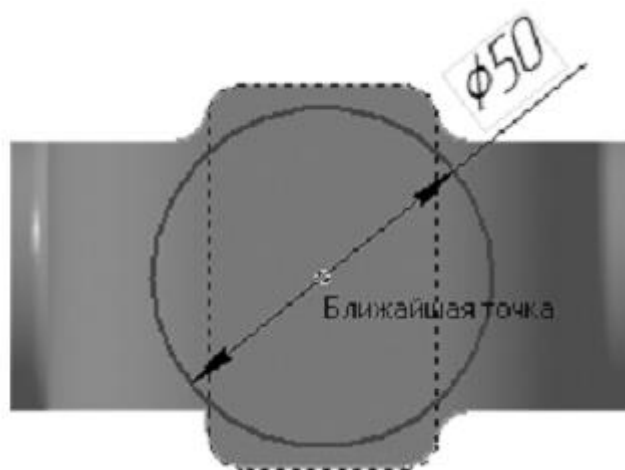

Рисунок 35.
3. Проставьте диаметральный размер и присвойте ему значение 50 мм (рис. 35).